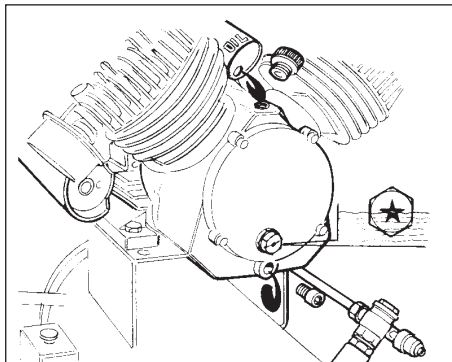
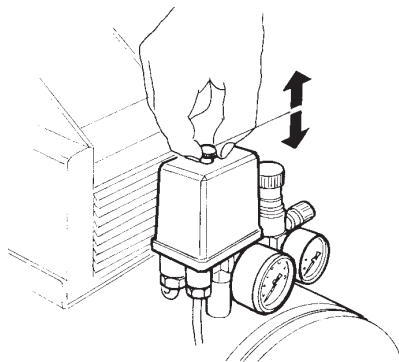

fig. 3.1
fig. 5
- controleer of de drukknop op de drukschakelaar (fig. 5) zich de rustpositie "OFF-0".
Nadat men de bovengenoemde controles heeft uitgevoerd, de stekker in het stopcontact steken en de compressor starten door de drukschakelaar-drukknop in de positie "ON-1" te zetten (fig. 5). Om de compressor mit te retten de drukknop in de positie "OFF-0" naar beneden duwen (fig. 5). Bij CHB-modellen het olieniveau door het die peel glas door controleren, de rode punt in het midden geeft het ideale niveau weer (fig. 3.1).
De compressor wordt direkt door de drukschakelaar geregeld (fig. 5) die de netvoeding van de motor uitschakelt wanneer de druk in het reservoir de op de pressostaat zelf afgestemde waarde (8 bar) bereikt, en die de netvoeding weer inschakelt wanneer de druk een waarde bereikt die ca. 2 bar lager is dan de maximale toegestane druk.